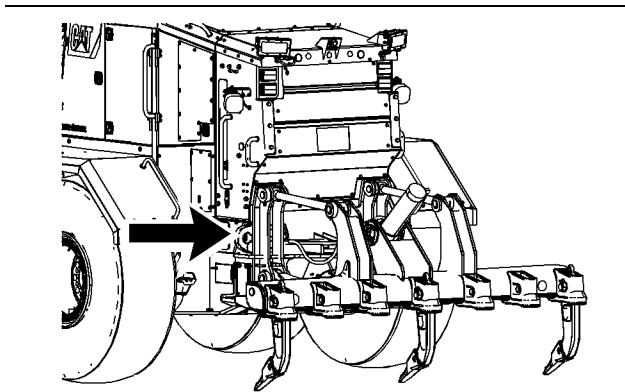

Ilustración 146
4. Instale dos cables de levantamiento en la parte trasera de la máquina. Hay un cáncamo de levantamiento en cada lado de la parte trasera de la máquina. Los cáncamos de levantamiento están identificados con una etiqueta que muestra un gancho. Consulte la ilustración 146 .